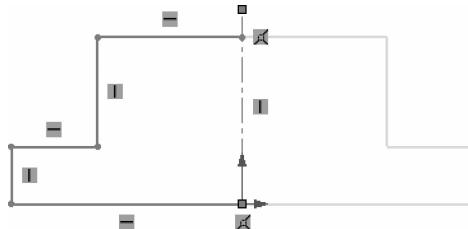

图 1-20 基座零件模型草图(镜像)
②单击【镜像实体】按钮 M ,【要镜向①的实体】选取左侧绘制的直线段,【镜像轴】选取中心线,选中【复制】复选框,单击【确定】按钮 \checkmark ,得到右侧的基本图形,如图 1-20 所示。